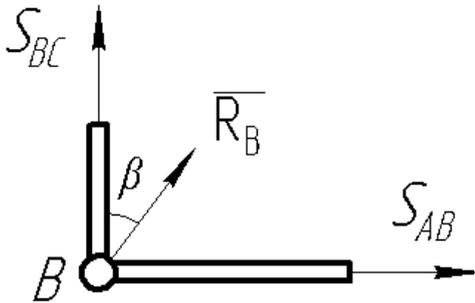

Рисунок 2.12 – Схема нагружения узла B
3. Для определения усилий в стержнях AB и BC условно вырежем узел B и рассмотрим его равновесие (рис. 2.12).